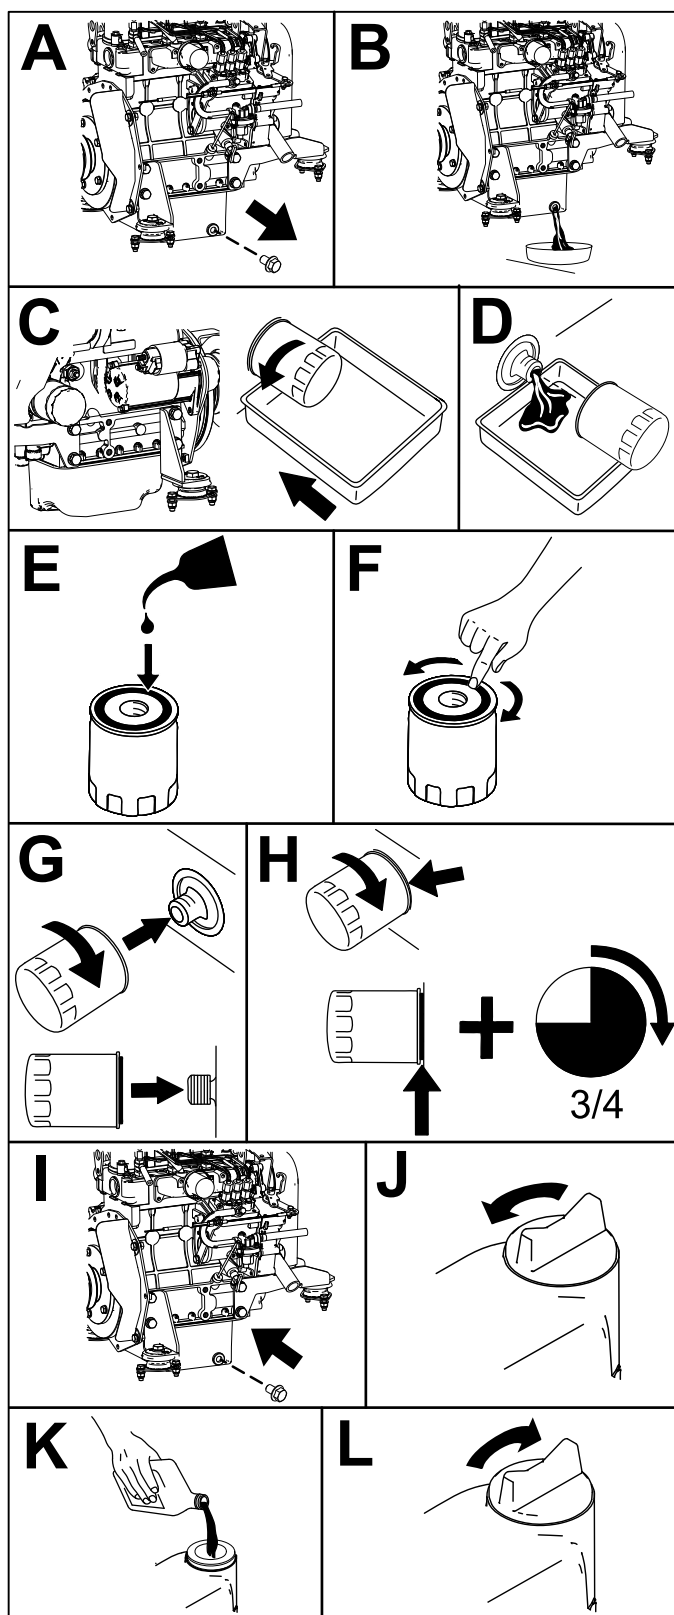

Figura 58
6. Cambiate l'olio del motore e il filtro dell'olio del motore come illustrato nella Figura 58.